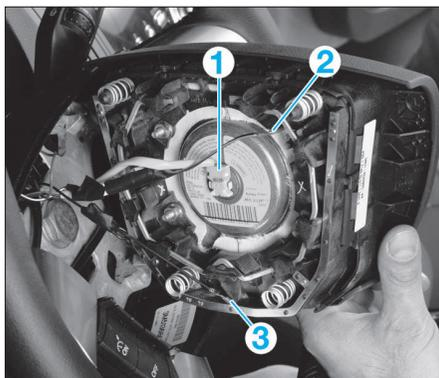

FIG. 8
• Débrancher le connecteur du module d'airbag (1), le connecteur de masse (2) et le connecteur de l'avertisseur sonore (3) (Fig.8).